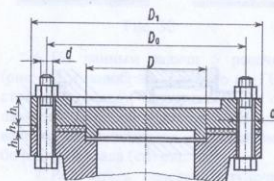

Рис. 34
3. Рассчитать болты, соединяющие крышку с цилиндрическим сосудом для сжатого воздуха (рис. 34). Давление воздуха в цилиндре по манометру p , наружный диаметр крышки фланца цилиндра и прокладки D приведены в табл. 34. Недостающими данными задаться.